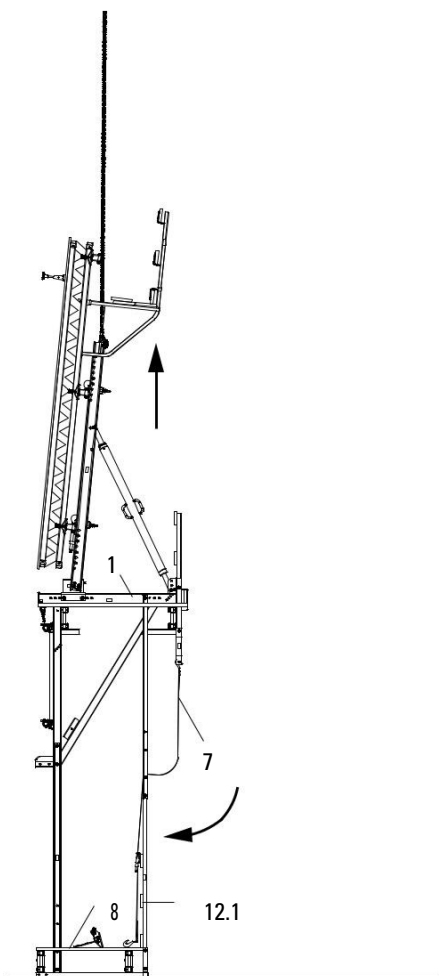

Fig. B1.27
7. Бавно повдигнете платформата. Долната платформа (8) се установява под работната (1).
8. Парпети: закрепете парпетите (12.1) към ръбовете на платформата с винтове M8 x 70, виж С1 Парпети. (Fig. B1.27)